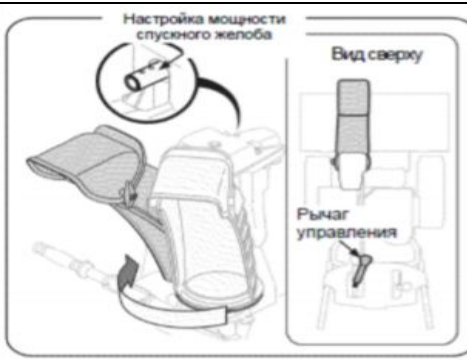

Рис. 5
5. Возьмитесь за рычаг управления джостика на панели управления и поверните так, чтобы входное отверстие смотрело вперед и вручную поверните желоб для совмещения отверстия тяги. (См. Рис. 5).
ВАЖНО: Джостик должен слегка наклоняться вправо. См. Рис. 5 и 6.